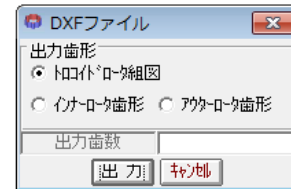

図 17.5 DXF ファイル設定
①ロータ組図, ②インナーロータ歯形, ③アウターロータ歯形を円弧データ DXF ファイルで出力することができます。図 17.5 に設定フォームを示します。